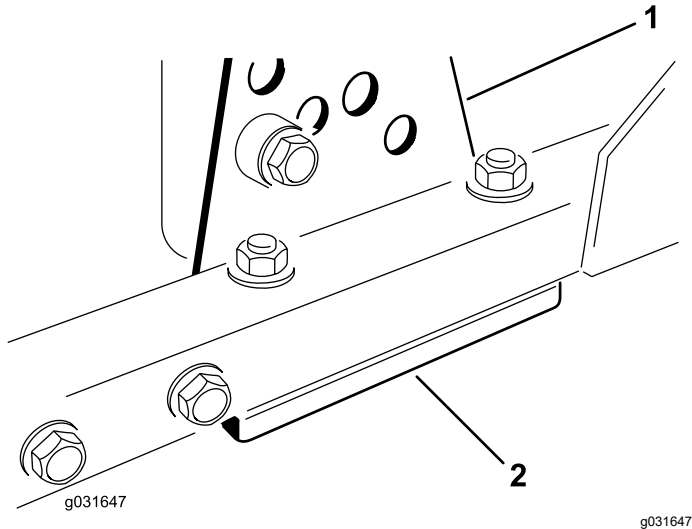

Figura 71
1. Retire el soporte de altura de corte (delantero, izquierdo o derecho) del bastidor de la carcasa (Figura 71).
2. Coloque suplementos de 1,5 mm y/o 0,7 mm entre el bastidor de la carcasa y el soporte hasta lograr la altura de corte deseada (Figura 71).
3. Instale el soporte de altura de corte en el bastidor de la carcasa con los suplementos restantes colocados debajo del soporte de altura de corte (Figura 71).